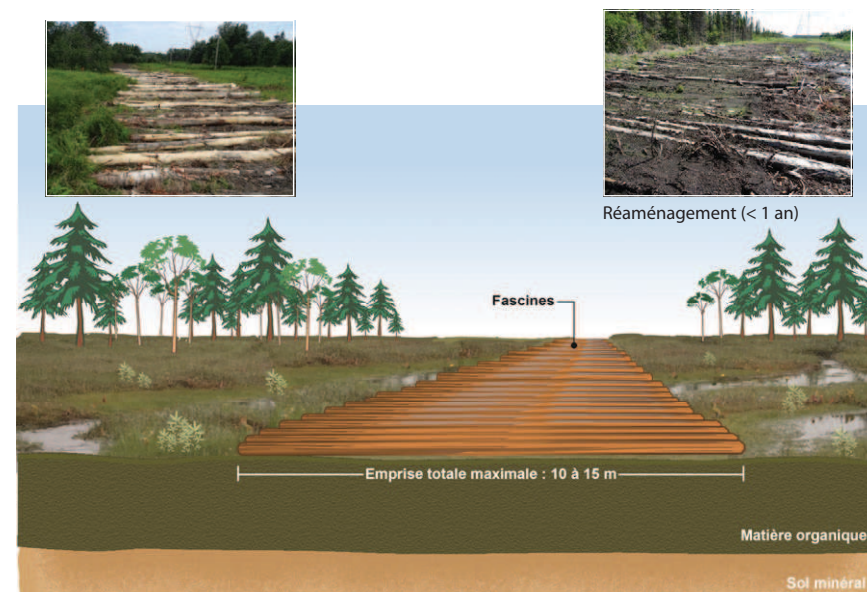

Figure A.3 : Sentier sur fascines
- Différents types de **sentiers** ou de **chemins** (emprise, accès et contournement) sont aménagés pour augmenter la capacité portante du sol et permettre la circulation de la machinerie : sentiers formés d'un tapis de billes de bois (fascines), chemins construits à partir du **matériel tout-venant** ou provenant d'une **carrière** ou d'une **sablière** et chemins sur matelas de bois ou plaques d'acier. Les différentes techniques utilisées sont présentées aux figures A.3 à A.9.
Sentier sur fascines (figure A.3)	Sentier utilisé par la machinerie sur chenilles et les véhicules tout-terrain. De la fascine peut être utilisée comme structure de base pour augmenter la capacité portante d'un chemin en remblais ou constitué avec du matériel tout-venant (figures A.5, A.7 et A.9).